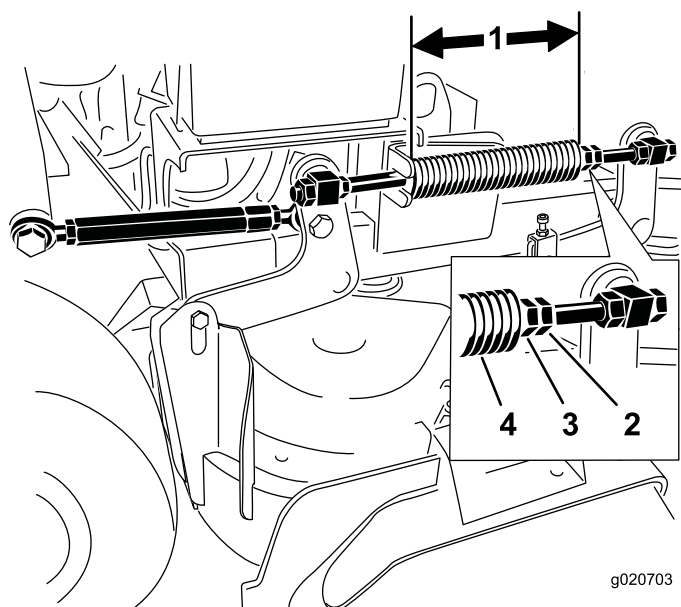

Figura 88
Nota: La longitud nominal es de 28.2 (11-1/8 pulgadas) para carcasas de corte de 91 cm (36 pulgadas) y de 25.7 cm (10-1/8 pulgadas) para carcasas de corte de 102 cm (40 pulgadas) (Figura 88).
3. Ajuste esta distancia aflojando la contratuerca elástica y girando la tuerca que está delante de cada muelle (Figura 88).
4. Fije la tuerca en la posición deseada apretando la contratuerca elástica (Figura 88).